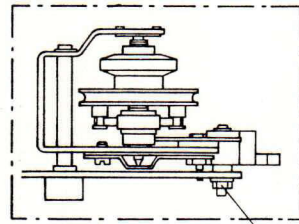

Fig. 5
Härvid kommer kugghjulet (10), oberoende av vilken drivbana som är i ingrepp med rullen (7), att vara lika långt förskjutet i förhållande till haken (9). Justeringen göres genom att lagertappen (12) för kopplingsarmen (6) förskjutes i sitt spår i monteringsplattan (13). Inställningen kan göras efter "ögonmått". Efter inställningen drages muttern (14) fig. 5 och säkras med låslack.